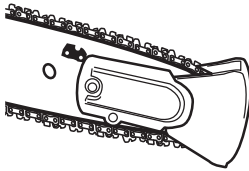

Fig.9
- > Testez la tension de la chaîne [5] en soulevant la chaîne d'une main sans tenir l'appareil avec l'autre main. La chaîne est suffisamment tendue quand elle peut être décollée de 2-4 mm au niveau du milieu du guide-chaîne [6] (Fig.9,10).